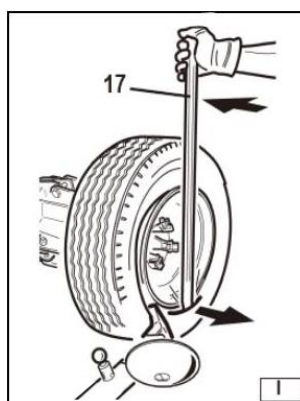

Рисунок 20
- Вращайте колесо и одновременно проталкивайте съемный рычаг между ободом и бортиком, пока он не зацепится за бортик (см. рис.20)
- Вставьте рычаг 17 (рис. 20) между ободом и бортиком справа от съемного рычага. Надавите на рычаг и опустите колесо, чтобы край диска вышел из-под съемного рычага:
- Вставьте рычаг 17 (рис. 20) между диском и бортиком справа от съемного рычага.